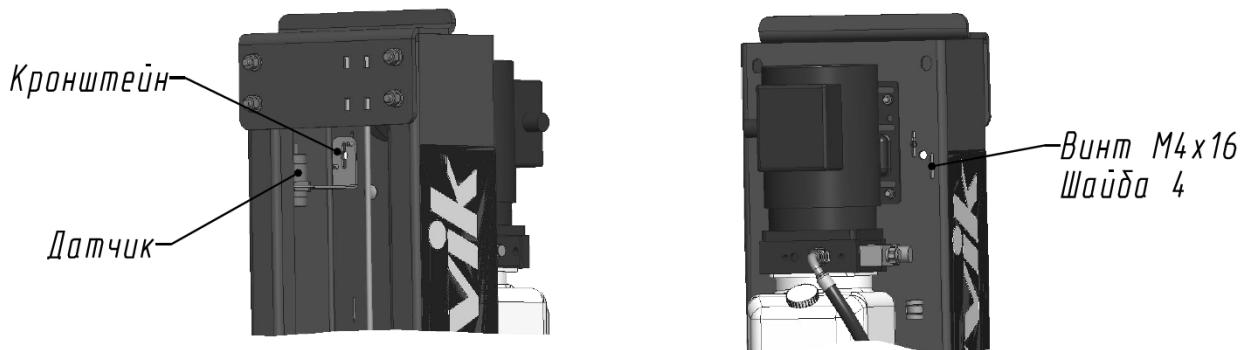

Рисунок 6.5 - Установка датчика верхнего положения каретки
6.11 Установка и настройка систем автоматического отключения привода насосной станции.(см. Рисунок 6.5)
6.11.1 Система автоматического отключения привода насосной станции срабатывает при достижении каретки крайнего верхнего положения (~ 1750 мм от основания стойки). Датчик верхнего положения кареток с кронштейном снимается при упаковке и поэтому его следует заново установить на верху правой стойки. Винты M4x16 (см. Рисунок 6.5) необходимо располагать в пазах стойки в среднем положении.